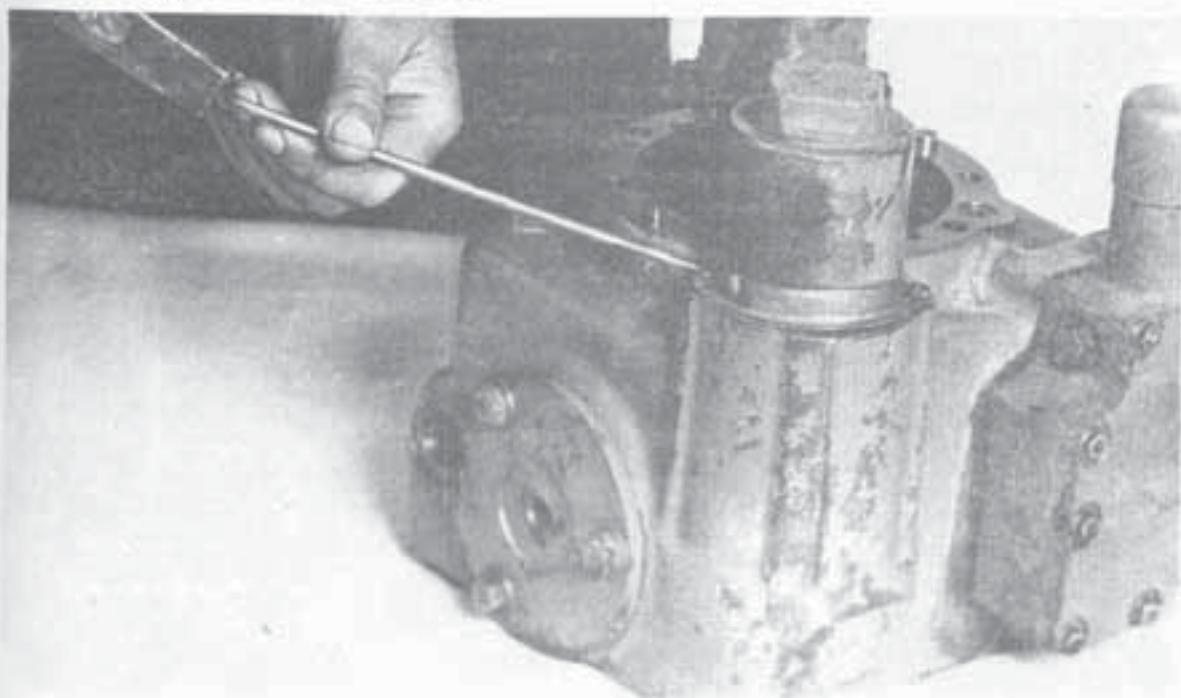

Рис.45.
1. Сперва обозначи глубину ввертывания сервоцилиндра, чтобы во время монтажа можно было предопределить положение наклонной плиты. Рис.45.